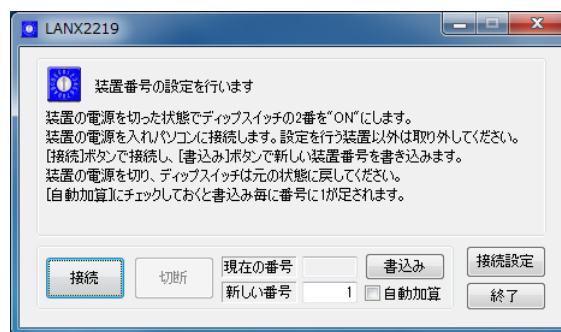

図 5 装置番号設定ツールの起動画面
4. メニュー画面が表示されますので[装置番号設定ツール]のボタンを押してください。「装置番号設定ツール」が表示されます(図 5)。